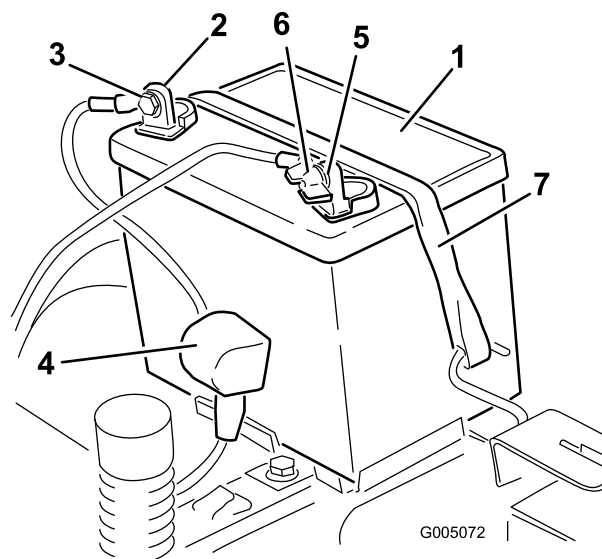

Figura 44
4. Staccate il cavo negativo (nero) di terra dal polo della batteria (Figura 44). Conservate tutti i dispositivi di fermo.
5. Infilate il cappuccio di gomma sul cavo positivo (rosso) della batteria. Staccate il cavo positivo (rosso) dal polo della batteria (Figura 44). Conservate tutti i dispositivi di fermo.
6. Togliete il dispositivo di fissaggio della batteria (Figura 44) e togliete la batteria dal vassoio.
1. Posizionate la batteria nella cassetta (Figura 44).
5. Fissate la batteria con l'apposito dispositivo (Figura 44).